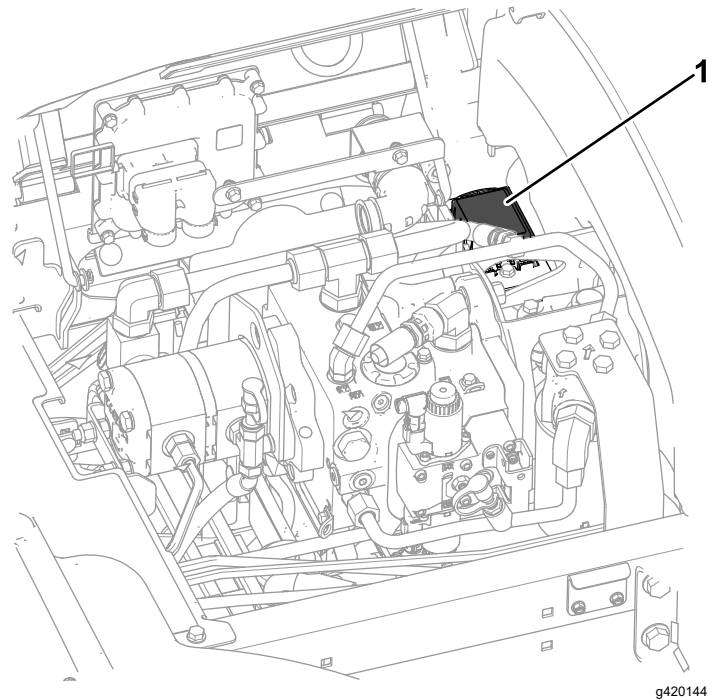

Bild 103
3. Ersetzen Sie die defekte Sicherung (Bild 103) durch denselben Sicherungstyp und denselben Amperewert.